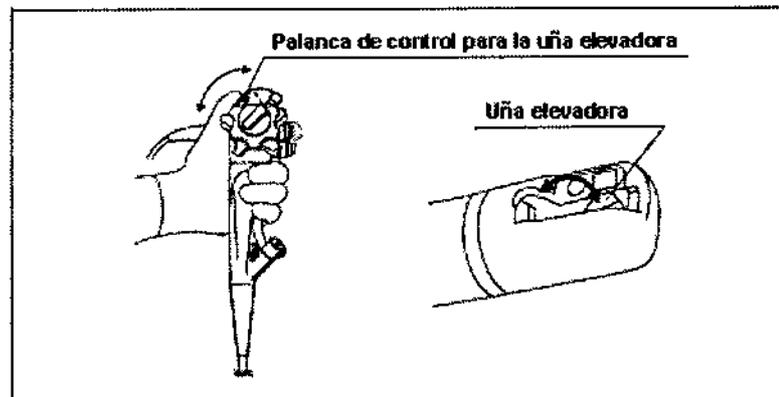

Figura 3.5
2. Mientras observe la uña elevadora en el extremo distal de la sección de inserción desplace lentamente la palanca de control para la uña elevadora hasta el tope en dirección "◀ U". Cerciórese de que la palanca funcione con suavidad y de que la uña elevadora se levante suavemente. Compruebe también si la uña elevadora permanece estacionaria si es empujada por atrás mientras esté manteniendo inmóvil la palanca de control para la uña elevadora (véase la figura 3.5).
3. Mueva lentamente la palanca de control para la uña elevadora en sentido contrario a la dirección "◀U" hasta el tope. Cerciórese de que la palanca funcione con suavidad y de que la uña elevadora baje suavemente (véase la figura 3.5).